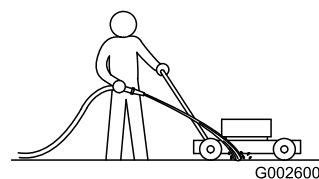

Figura 26
1. Collocate il tosaerba su una superficie piana pavimentata, con il motore acceso, e spruzzate un getto d'acqua davanti alla ruota destra posteriore (Figura 26).
1. Fate ruotare la stegola in avanti (Figura 26).